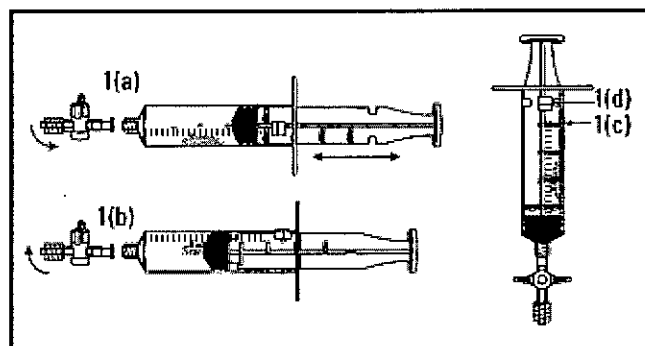

Figura 1. Jeringa de vacío
1. Examine la llave de paso (**Figura 1(a)**). La llave de paso tiene dos conexiones luer para la conexión de la aguja y de la jeringa. Puede intercambiarse aire si la llave de paso está abierta. La llave de paso está
2. Examine la jeringa (**Figura 1**). El cilindro de la jeringa tiene una patilla de detención (**Figura 1 (d)**) y el émbolo de la jeringa tiene cuatro aletas de bloqueo (**Figura 1(c)**). El émbolo de la jeringa se puede manejar dentro del cilindro de la jeringa para bloquearla y desbloquearla. Para bloquear la jeringa, tire hacia atrás del émbolo hasta que se alinee con el volumen de succión deseado (**Figura 1(a)**). Gire el émbolo en el sentido de las agujas del reloj para que la aleta de bloqueo encaje en las aletas de bloqueo del émbolo (**Figura 1(b)**). Gire el émbolo en el sentido contrario al de las agujas del reloj para soltarlo.